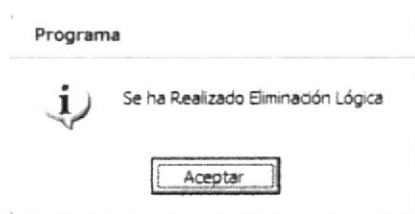

Figura 3.67 Mensaje de Eliminación de Artículos por Bodega
3. Si se ha realizado la eliminación aparecerá el mensaje (Ver figura 3.67)